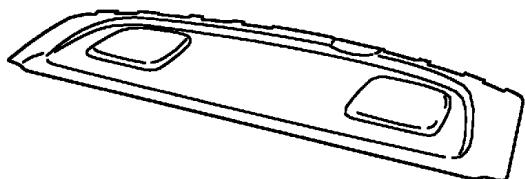

図5-1
1. リアシート後ろのリアパーセルシェルフフィニッシャーに減衰力調整ケーブル用のφ5の穴を開けてください。（図5-1）
4. リアパーセルシェルフフィニッシャーを車両に取付け、穴にケーブルを通して下さい。（図5-1）